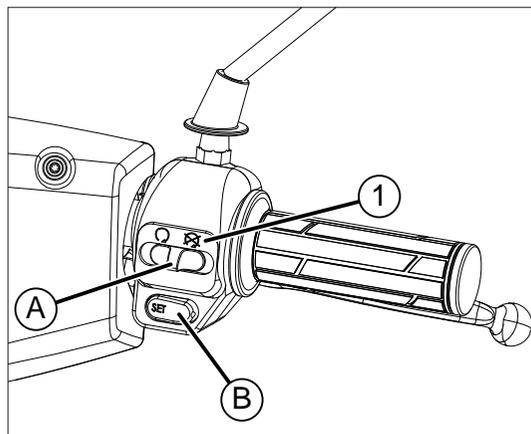

fig. 2
- déplacer le levier A fig. 2 en position 1, en laissant la clé de contact sur la position ON ;